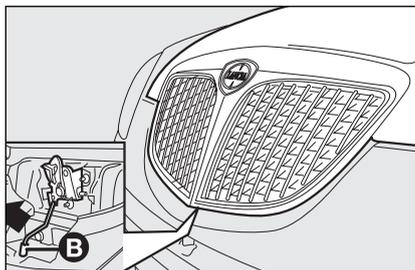

fig. 82
- ❑ spostare verso sinistra la levetta **B-fig. 82** come indicato dalla freccia;